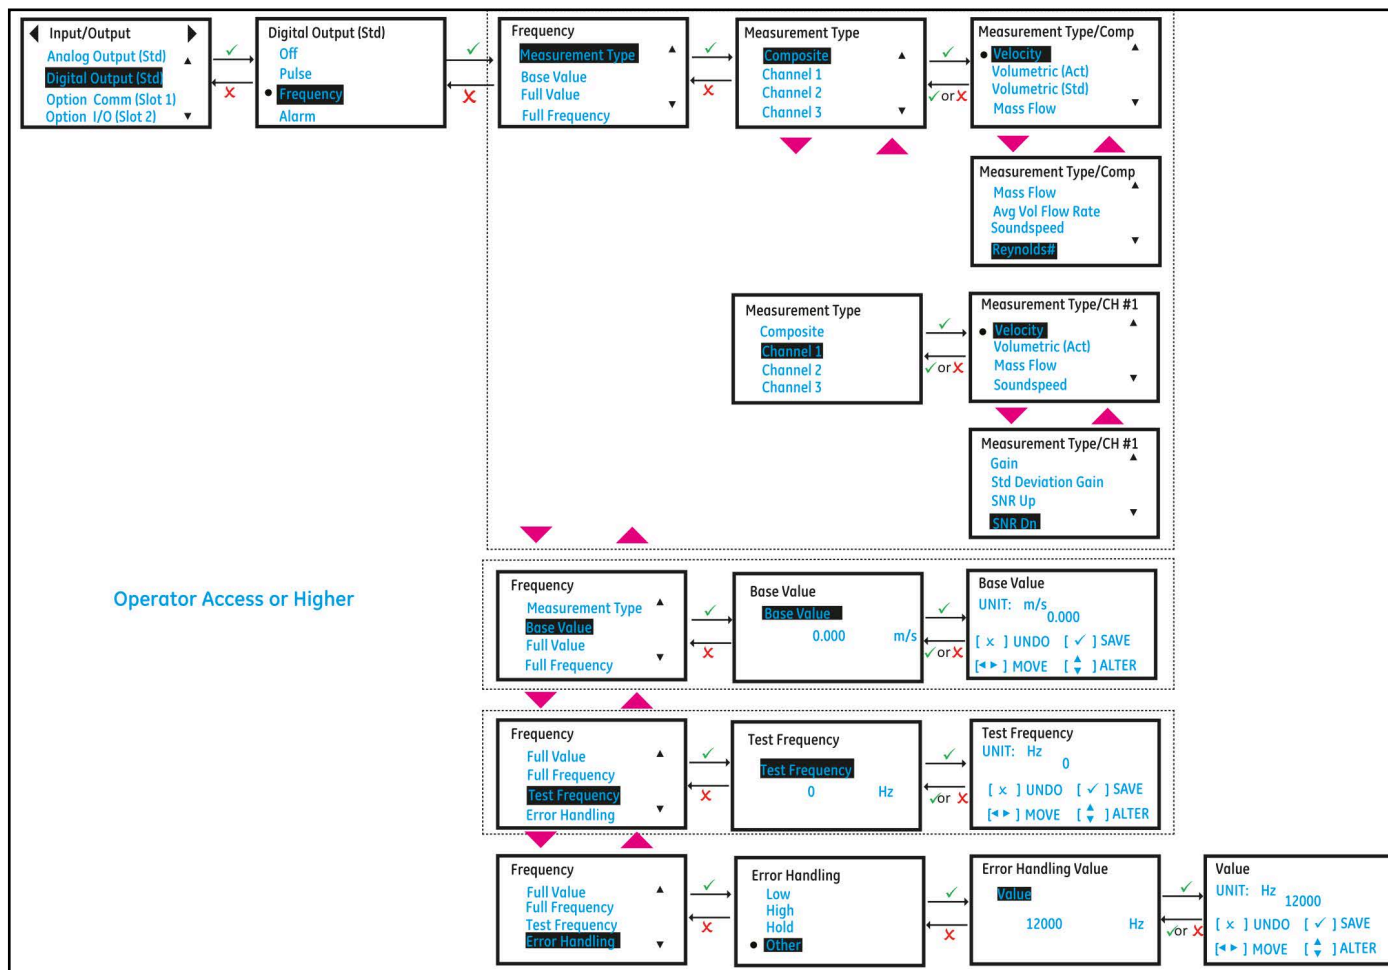

Figura 33: Configuración de la salida de frecuencia
2. Configure las opciones **[Measurement Type / Tipo de medición]**, **[Base Value / Valor base]**, **[Full Value / Valor total]**, **[Full Frequency / Frecuencia total]**, **[Test Pulse / Pulso de prueba]** y **[Error Handling / Tratamiento de errores]** según sus necesidades. La siguiente dirección *Figura 33* muestra las opciones disponibles. Consulte también *Tabla 10* para entender cada opción.